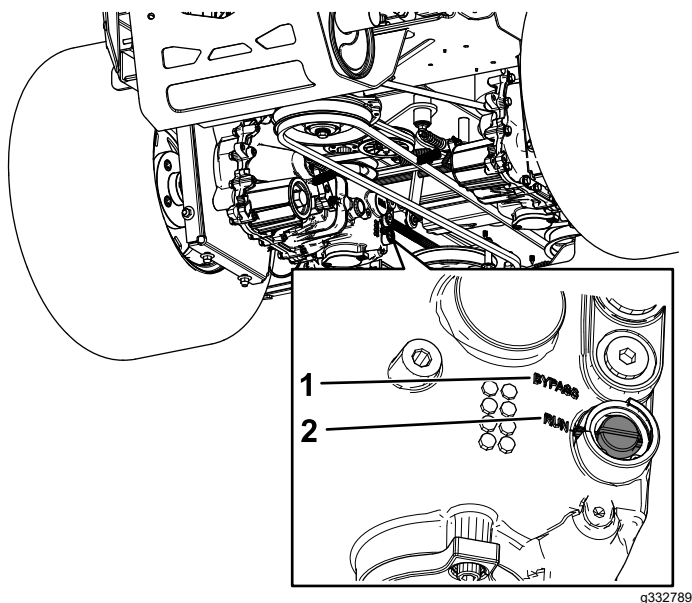

Figure 38
3. Avec un tournevis à lame plate, tournez les deux cames à la position de dérivation (BYPASS) (Figure 38).
5. Pour utiliser la machine, tournez les deux cames de dérivation à la position de marche (RUN) (Figure 38).